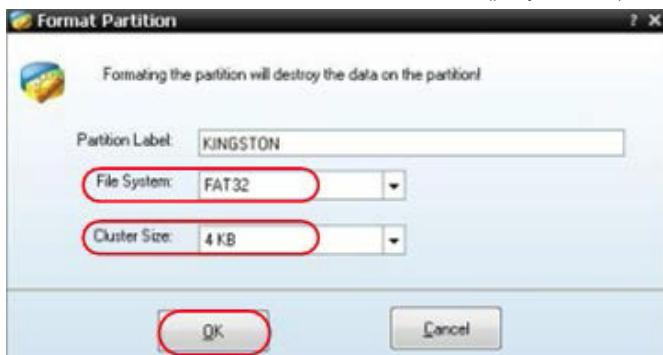

Рисунок 5.42. Установка параметров форматирования
5) В открывшемся диалоговом окне выберите файловую систему FAT32, установите размер единичного блока выделения на значение 4 KB, после чего щелкните по кнопке **OK** (рисунок 5.42).